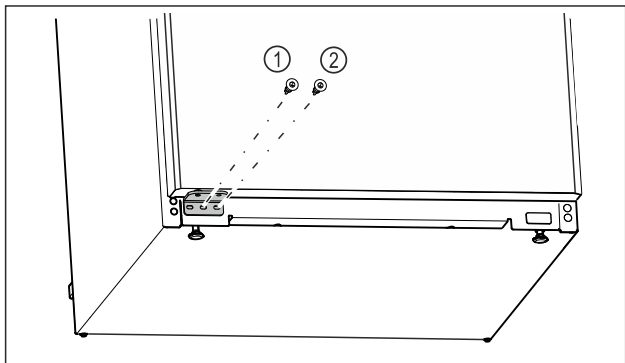

Fig. 26
- ▶ Csavarozza a helyére a csapágybak középső csavarját Fig. 26 (1) Torx 20 csavarhúzóval.
- ▶ Csavarozza a helyére a csapágybak belső csavarját Fig. 26 (2) Torx 20 csavarhúzóval.